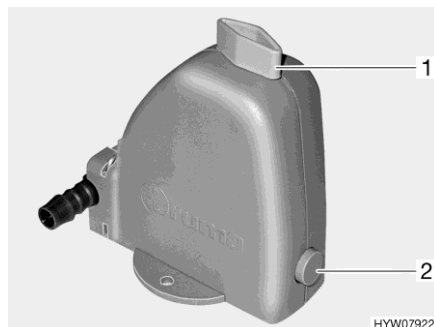

Fig. 81 Valve de sécurité et de vidange
Le chauffage est équipé d'une valve de sécurité et de vidange (Fig. 81). La valve de sécurité et de vidange évite que l'eau destinée à la préparation d'eau chaude ne gèle lorsqu'en cas de gèle, le chauffage n'est pas en marche.
- Fermer la valve de sécurité et de vidange. Tourner pour cela le bouton rotatif (Fig. 81,1) dans le sens transversal par rapport à la valve de sécurité et de vidange et enfoncer le bouton-poussoir (Fig. 81,2).
- Ouvrir la valve de sécurité et de vidange. Tourner le bouton rotatif (Fig. 81,1) dans le sens longitudinal par rapport à la valve de sécurité et de vidange. Le bouton-poussoir (Fig. 81,2) ressort. Le récipient d'eau sanitaire est vidé via la valve de sécurité et de vidange.